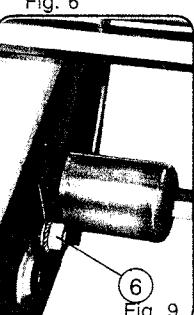

Fig. 8
- Fig. 8 pour rayonneurs double pliage sur châssis grandes largeurs (blocage en position transport par broche ②)
- Fig. 8 for folding row markers on large frames (lock in transport position with lock pin ②)